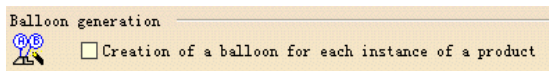

图 6-64
(2) Balloon generation (生成零件序号) 选项组 (如图 6-64 所示)